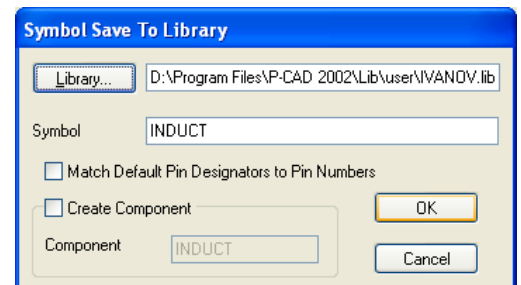

Рис. 4.53 - Запись УГО катушки индуктивности в библиотеку
- Выполнить команду **Symbol/Save** и в появившемся окне щелкнуть по кнопке **Library**. В следующем окне выбрать библиотеку **Ivanov.lib**. В поле **Symbol** набрать имя элемента «**Induct**» и нажать кнопку **OK** (рис. 4.53).